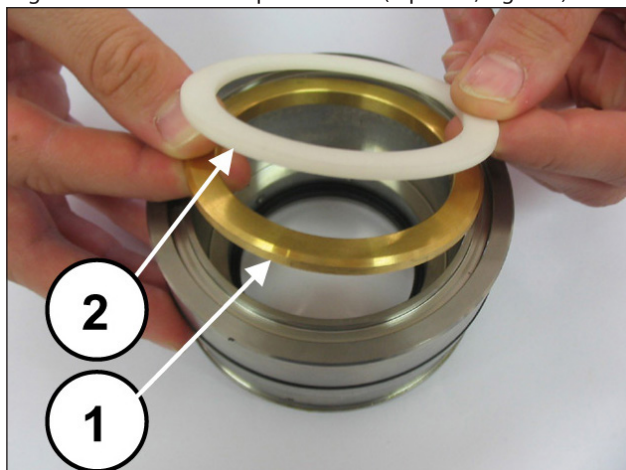
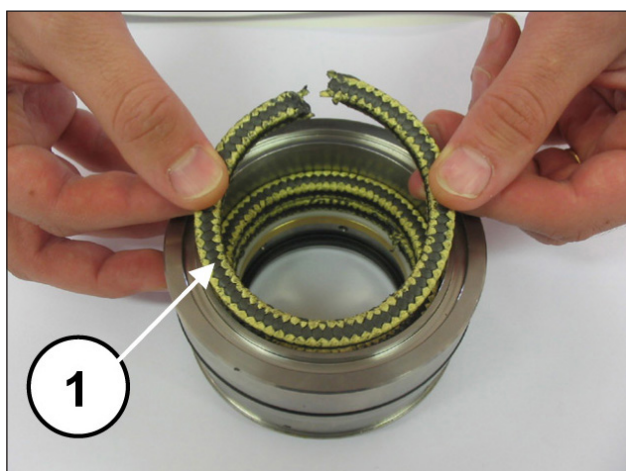
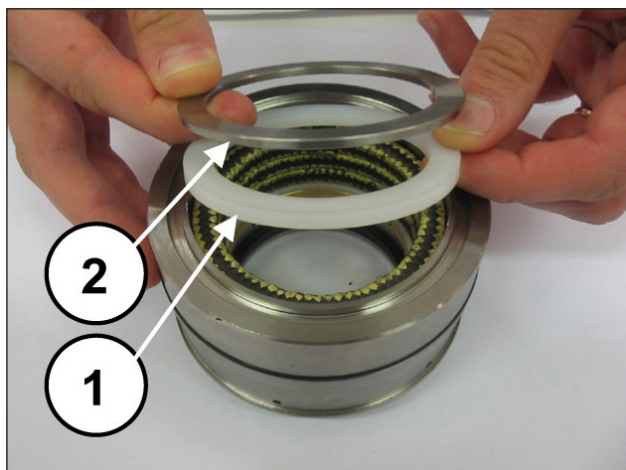

Fig. 201
Fig. 202
Fig. 203
Monter la rondelle d'appui et la bague anti-extrusion (rep. ①②, Fig. 201), les trois segments KC en ayant soin de les tiercer à 120° (rep. ①, Fig. 202), le segment racleur des segments KC et l'anneau pour ressort (rep. ①②, Fig. 203).